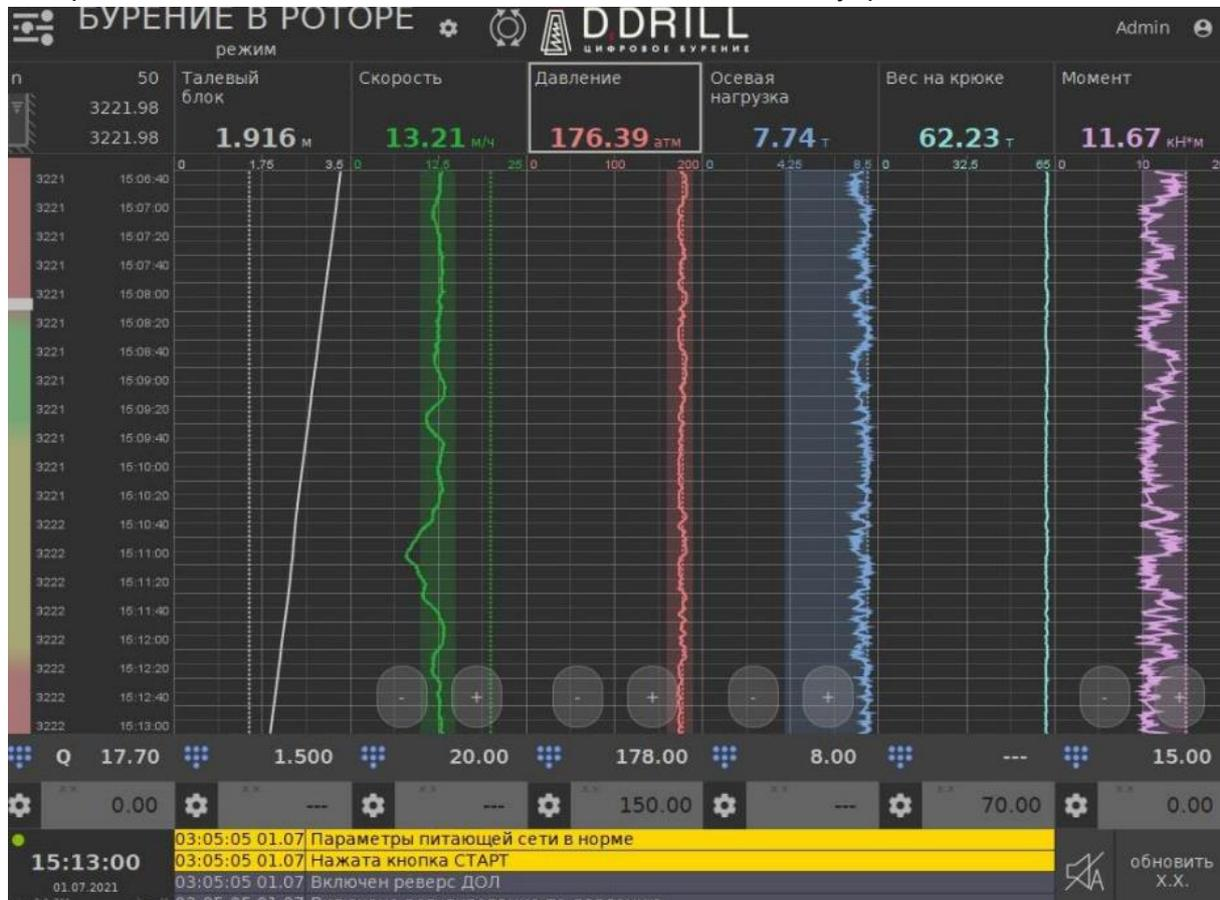

Рис. 5
1. Во вкладке меню режимы работы можно переключить режимы работы системы и включить дополнительные функции Рис. 5.
3. При включении данного режима индекс эффективности работы рабочей пары «ВЗД – долото» будет в зеленой зоне см. Рис. 5, что означает автоматическую подстройку заданного дифференциального давления и остальных параметров бурения под конкретный геологический разрез с учетом «коридоров» безопасности, рассчитываемых системой «ASB VISION» в автоматическом режиме.